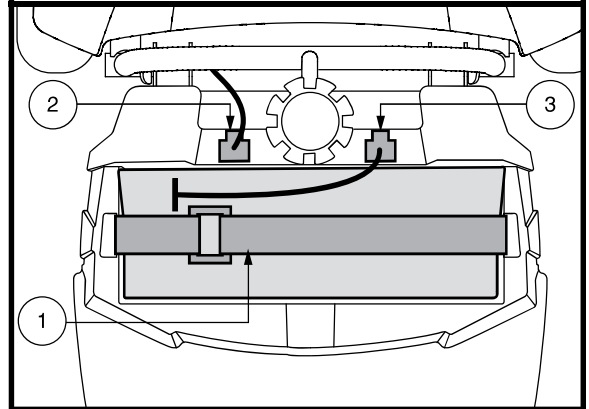

Figura 22. Fascetta di fissaggio delle batterie
1. Scollegare il cavo della batteria e rimuovere il pacco batteria dal Travel Scooter. **Vedere figura 22.**
Vedere figura 22.